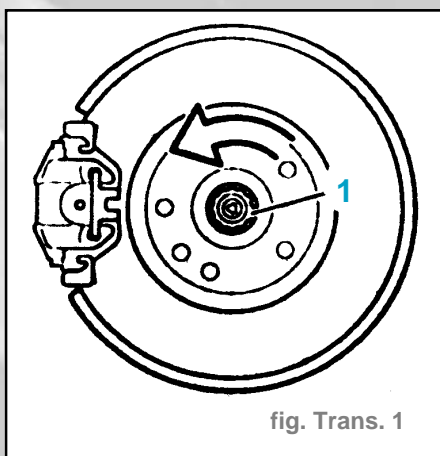

fig. Trans. 1
- Déposer l'écrou à embase (1) (fig. Trans. 1).